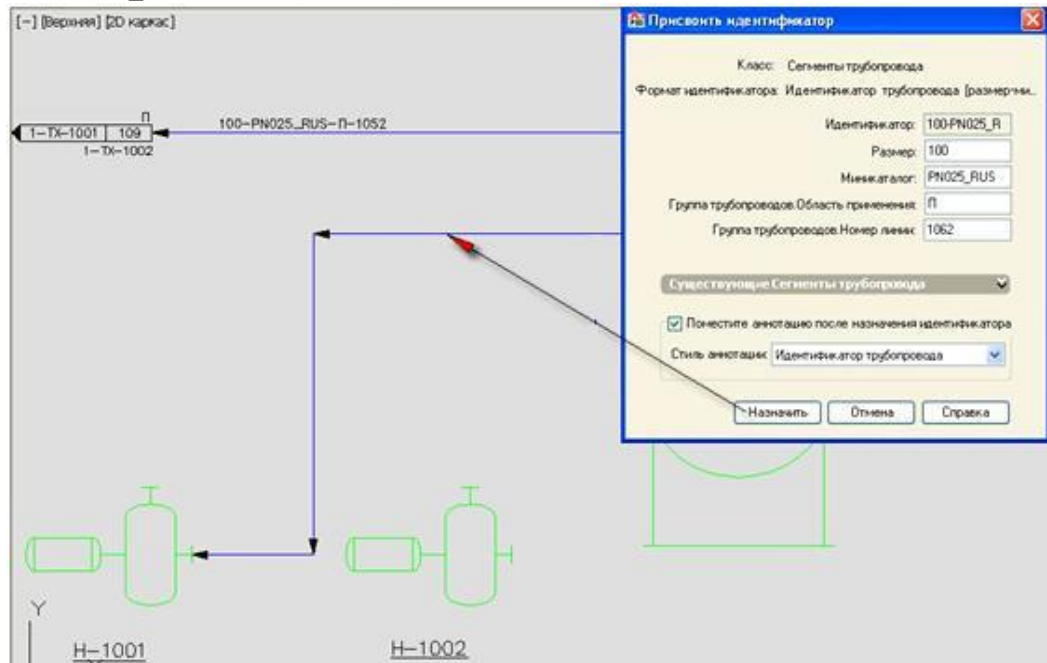

Рис. 13
- С помощью команды **Присвоить идентификатор** присвойте линии идентификатор **100-PN025_RUS-П-1062** (Рис. 13).